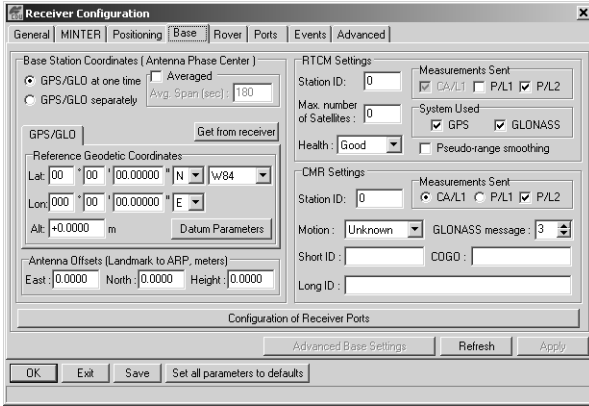

Figura 3-8. Configuración de la Pestaña Base
9. Seleccione la pestaña **Base**, defina los siguientes parámetros (Figura 3-8 en la página 3-15), y haga clic en **Apply**: